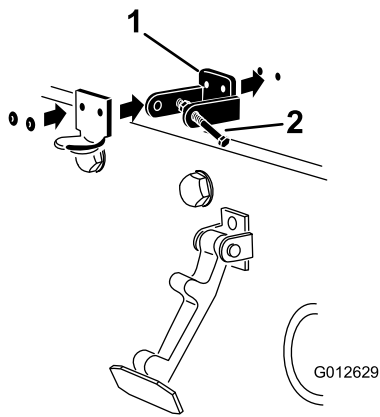

Bild 33
3. Fluchten Sie die Befestigungslöcher aus und positionieren Sie gleichzeitig die Halterung des CE-Riegels und des Motorhaubenriegels auf der Motorhaube. Die Riegelhalterung muss an der Haube anliegen (Bild 33). Nehmen Sie die Schraube und Mutter nicht vom Halterungsarm für den Riegel ab.
5. Nieten Sie die Halterungen und Scheiben an die Haube (Bild 33).